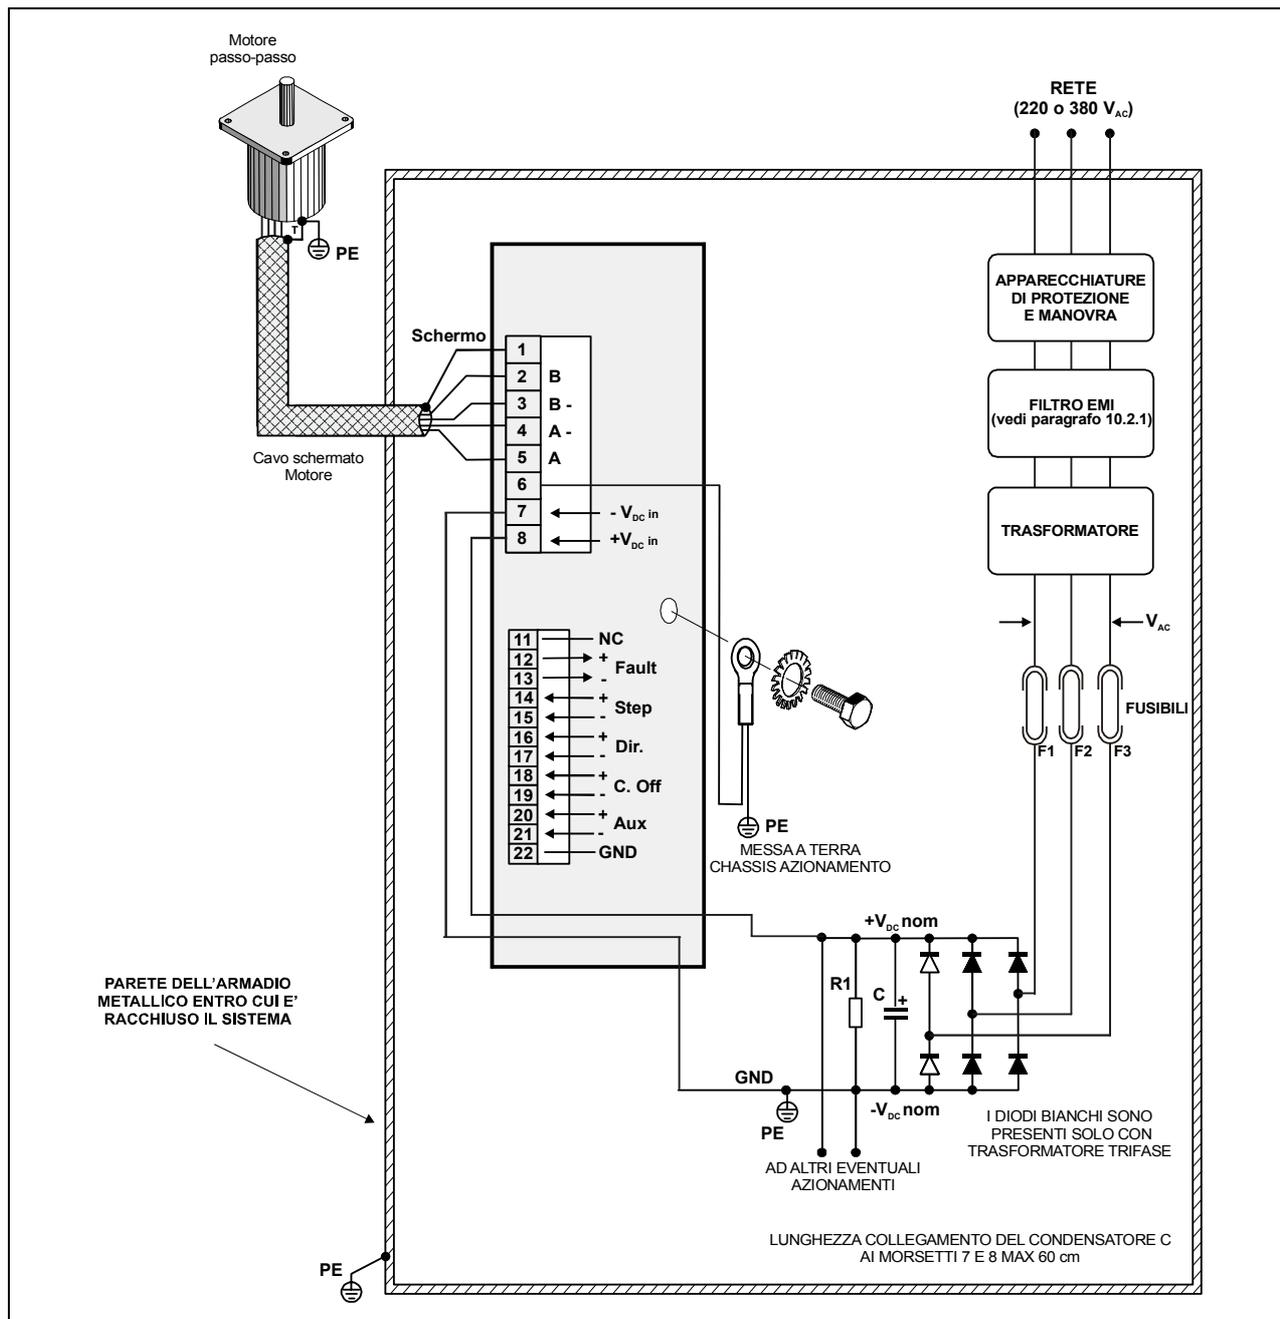

Fig. 6 – Schema di cablaggio.
- 7.4- **I fusibili F1, F2 e F3 (vedi Fig. 6) sono per la protezione di ramo. Nel caso in cui si alimenti un unico azionamento per mezzo di un solo secondario a 230 Volt è possibile utilizzare fusibili da 10 Ampere, almeno 250 Volt con un valore di I^2t compreso tra $150 A^2 s$ e $400 A^2 s$ (ad esempio Cooper Bussman KTK-R-10 oppure Littelfuse 215010.P). Nel caso in cui si alimenti più di un azionamento con un solo secondario, i fusibili dovranno essere dimensionati in funzione della potenza totale richiesta dagli azionamenti.**
- 7.5- Nello schema di cablaggio di Fig. 6 è indicata la possibilità di usare, in alternativa, un gruppo trasformatore-ponte monofase oppure trifase. La scelta tra le due soluzioni dipende da considerazioni tecnico-economiche difficili da generalizzare; in linea di massima è preferibile l'uso di un gruppo trifase quando la potenza supera uno dei seguenti limiti: 500-600 Watt di potenza media o 700 Watt di potenza massima.